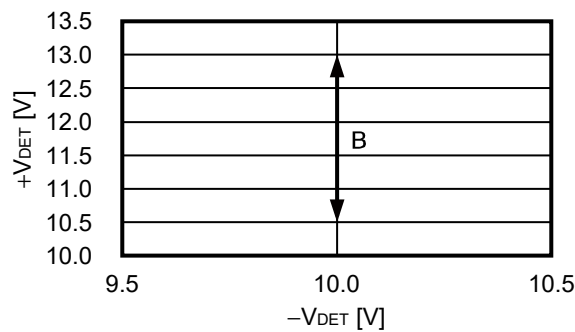

图6 检测电压、解除电压可设领域 ($-V_{DET} > 10.0$ V)
2. S-19110系列的检测电压为10.0 V (最大值), 但在 $-V_{DET} = 10.0$ V的SENSE检测产品中, 则成为图6中B领域的解除电压。通过外接电阻来设定超过10.0 V的检测电压时, 可在5.0% ~ 30.0%的范围内设定检测电压与解除电压的差。